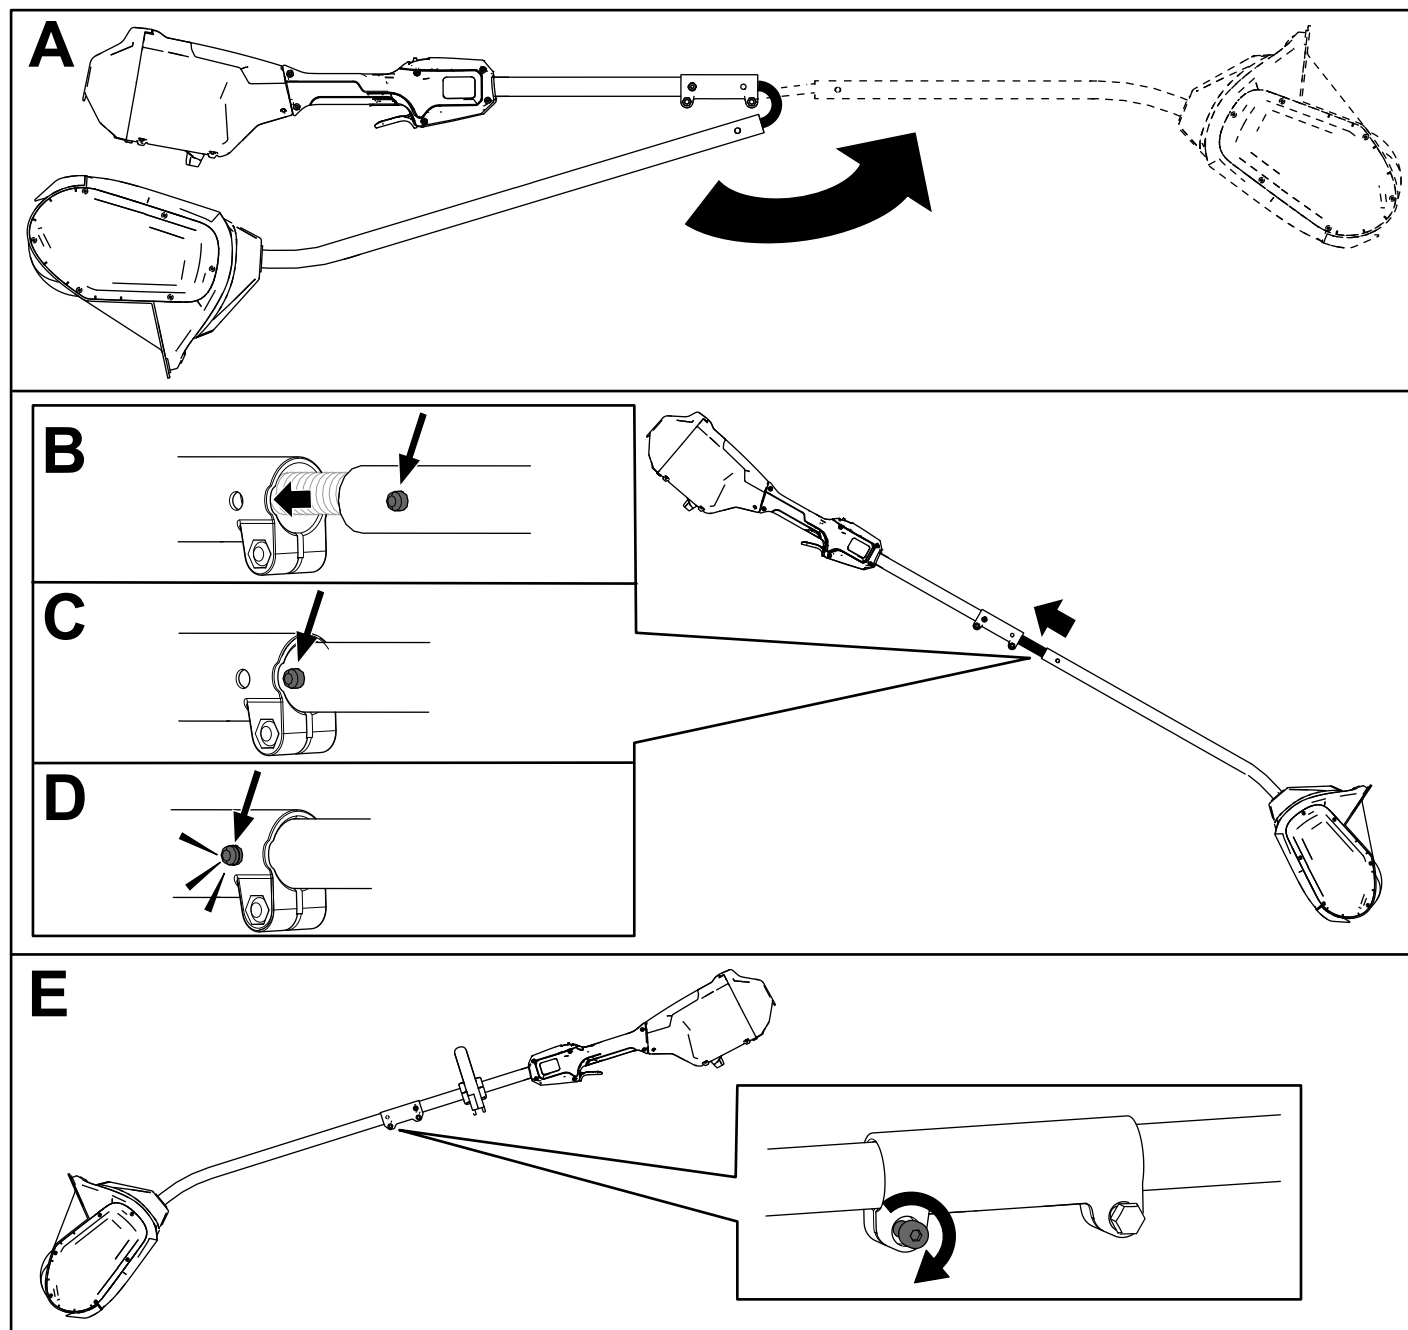

Figura 4
1. Despliegue el mango (Figura 4, A).
2. Alinee el botón de bloqueo del eje inferior con el orificio alargado del eje superior y junte los dos ejes (Figura 4, B y C).
Nota: El botón de bloqueo hace clic en el taladro alargado cuando los ejes están sujetos (Figura 4, D).
3. Usando la llave allen suministrada, apriete el tornillo del conector del eje hasta que quede firme (Figura 4, E).